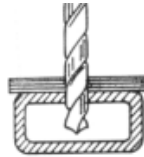

Fig. 2 – perfore el material a ser remachado
- a) Perfore el material a ser remachado utilizando una broca con diámetro 0,1 mm mayor que el diámetro del cuerpo del remache (fig. 2);